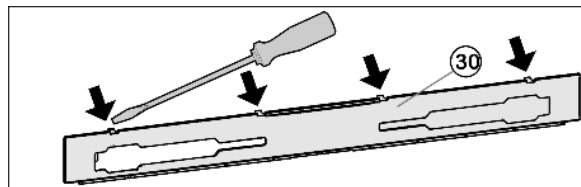

Fig. 9
- ▶ Накладку Fig. 9 (30) отожмите вперед при помощи плоской отвёртки.